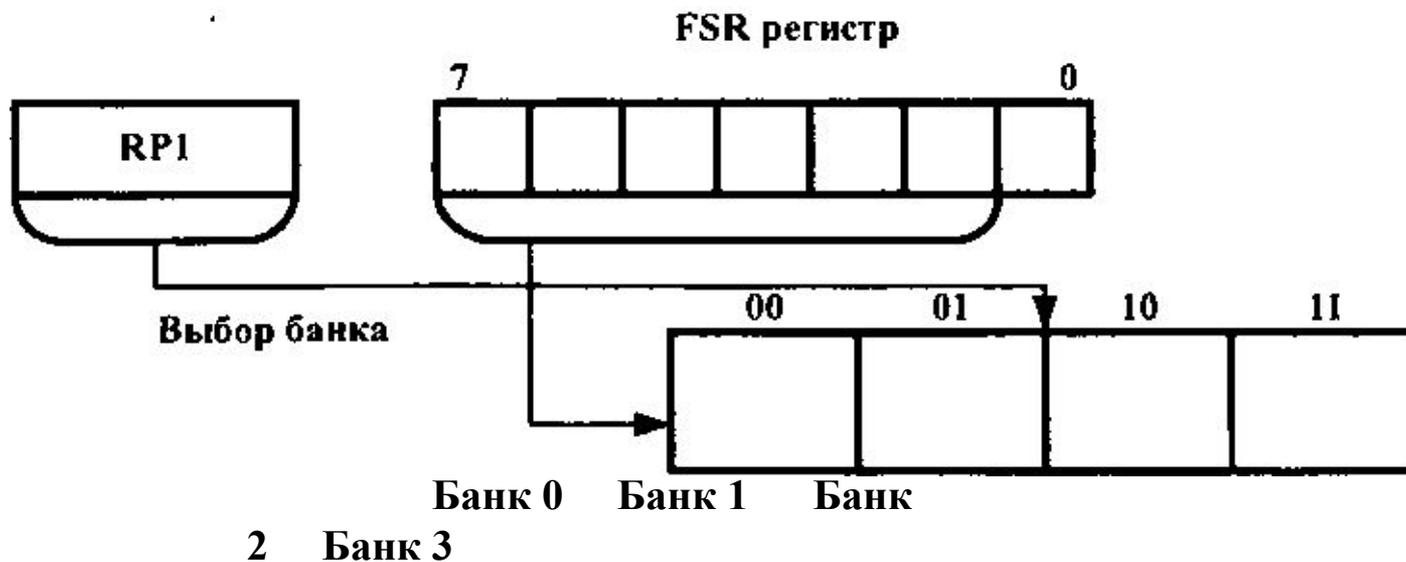

Рис. 10.15. Косвенная адресация
- Косвенная адресация - адрес регистра сохраняется в FSR, а в бите IRP регистра STATUS определяется пара банков памяти данных (рис. 10.15).